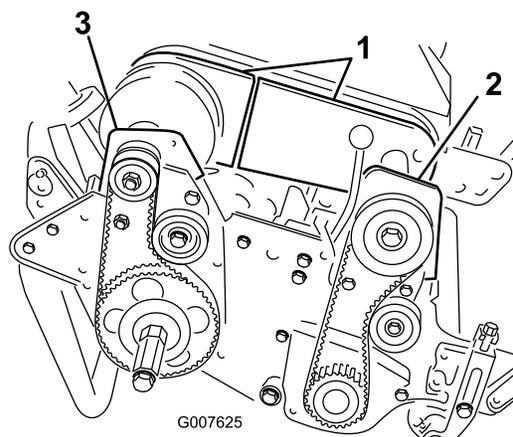

図 45
4. デファレンシャルカバー (前半分と後半分) のボルトを取り、カバーを外してベルトが見えるようにする (図 45)。
6. 前クラッチハウジングをサイドプレートに固定しているボルト 2 本を外す (図 45)。
8. 右後ベアリングハウジングをサイドプレートに固定しているボルト 2 本とロックナットを外す (図 45)。